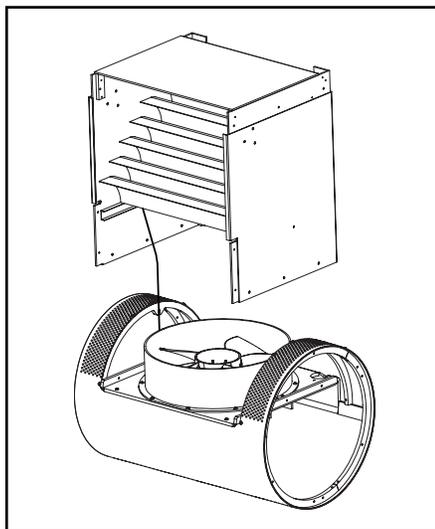

Fig. 6.4A
6.5 Quite con cuidado la película protectora alrededor de la carcasa superior. Coloque la carcasa superior dentro de la abertura de la base cilíndrica (Fig. 6.4A). Hay que alinear las mangueras hidráulicas conectadas a la base con la parte trasera de la carcasa superior. Asegúrese de que el cable de empalme de acero inoxidable esté colocado dentro de la carcasa superior.